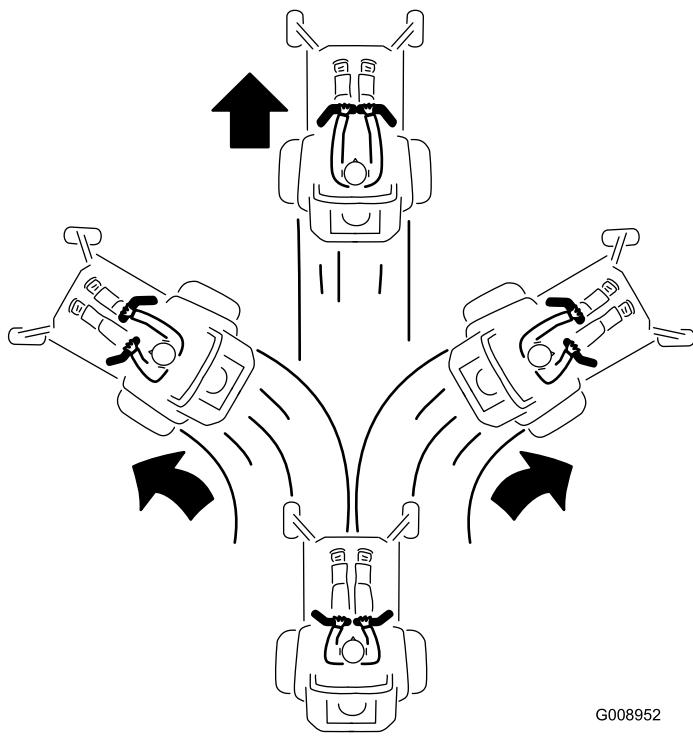

Figura 25
- Para ir hacia adelante, empuje lentamente las palancas de control de movimiento hacia adelante (Figura 25).